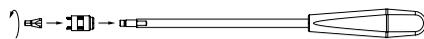

Рис. 8
- ▶ Осуществить монтаж инструмента для установки блокирующих гаек вручную, см. Рис. 8.